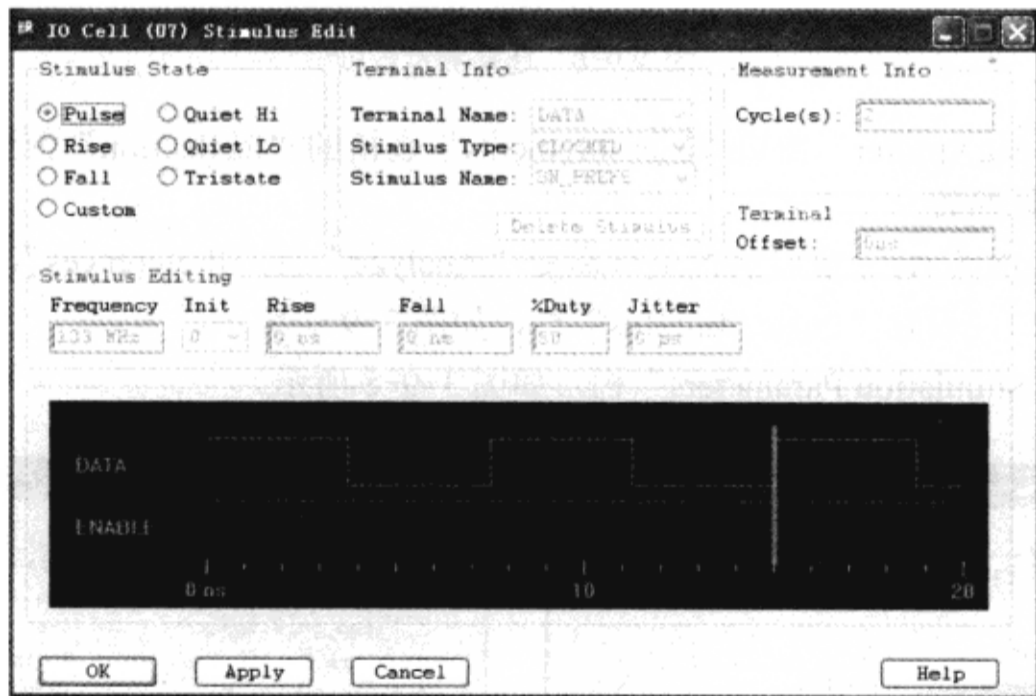

图 3-9-11 “IO Cell (U7) Stimulus Edit”窗口
(1) 单击驱动元件 U7 上面的文字“PULSE” → 弹出“IO Cell (U7) Stimulus Edit”窗口，如图 3-9-11 所示。